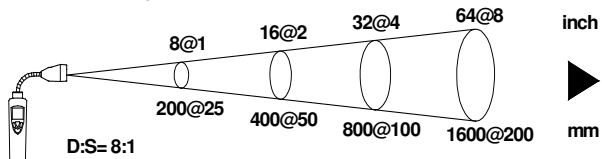

Fig: 1
Naarmate de afstand (A) van het voorwerp groter wordt, wordt de grootte van het punt (P) dat door de eenheid gemeten wordt, groter. **(Zie: fig. 1.)**